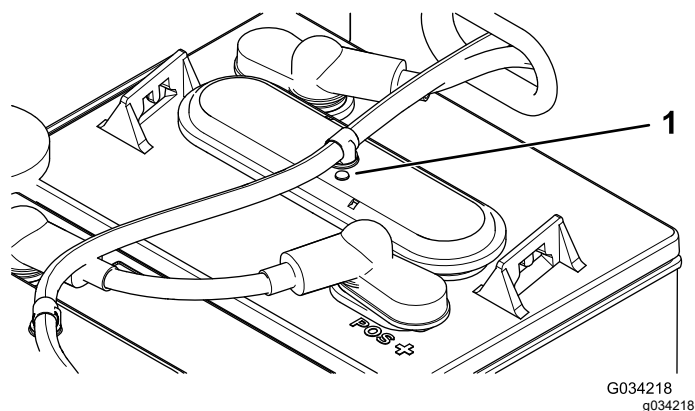

Figura 40
3. Controllate gli occhielli su ciascuna delle batterie per vedere se sono neri o bianchi (Figura 40).